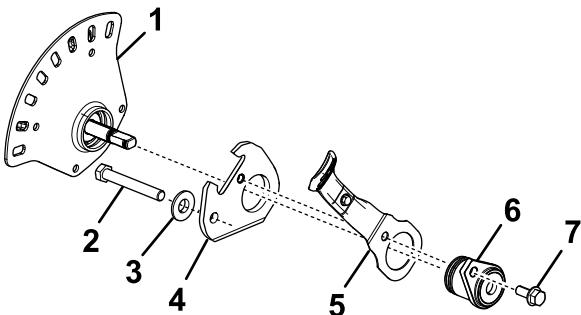

Figura 4
- Desmonte las partes restantes del conjunto (Figura 4).